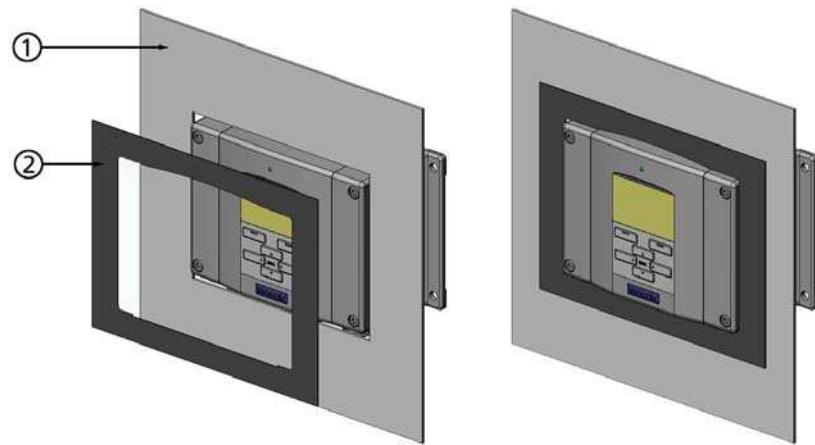

Рисунок 13 Установка рамки крепления к панели
4. Удалите бумагу с липкой ленты на рамке и прикрепите рамку вокруг датчика (см. рис. 13).
Цифрами на рис. 13 обозначены.